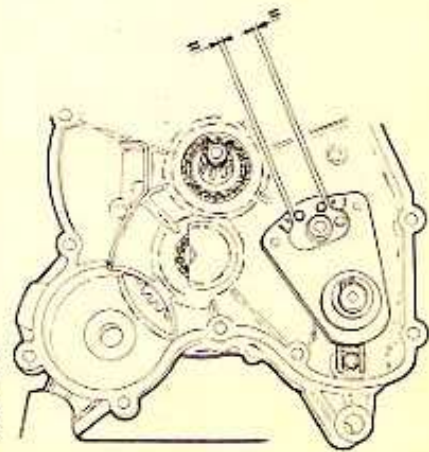
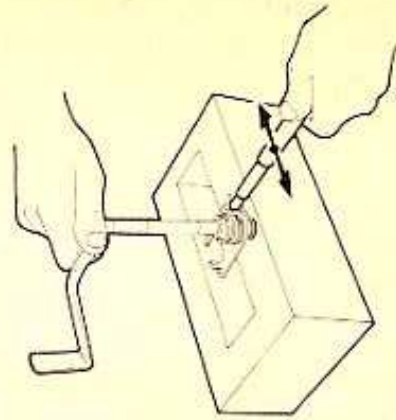

FIG. 39 Posizione di montaggio selettore
FIG. 40 Registrazione selettore
- 14) Verificare la equidistanza dei rulli di traino dai beccucci della forchetta (fig. 39). In caso contrario sfilare l'albero selettore ed agire sui terminali della molla eseguendo leggere deformazioni sino a condizione ottenuta (fig. 40).